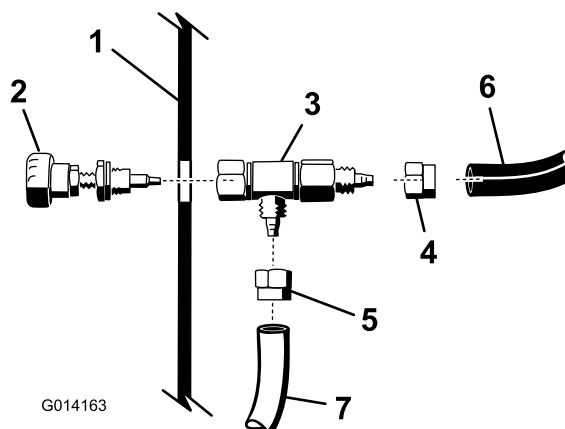

図 20
5. 図 20 のようにして、ノブ・アセンブリをフィッティングに固定しているナットをゆるめる。
6. 泡ホースからダッシュボード下まできている青色と透明のチューブを、図 20 のように制御バルブに接続する。